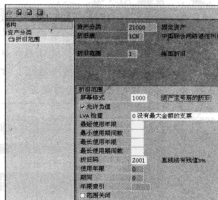

图 10-57 修改“折旧范围”属性
STEP 2 双击选择某条“折旧范围”，即可对该“折旧范围”的属性进行修改，如图 10-57 所示。